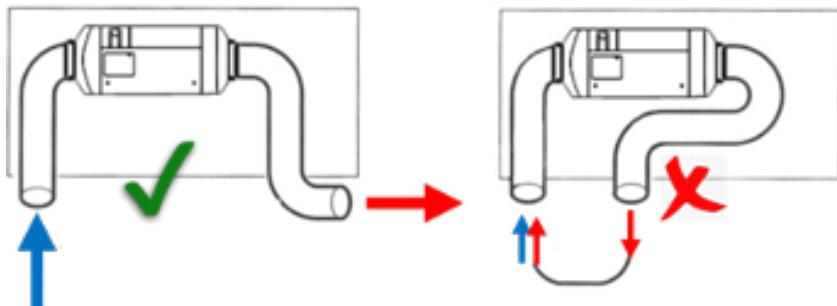

Fig. 29
- Évitez les courts-circuits dans le circuit d'air de chauffage (Fig. 29). Les court-circuits peuvent provoquer l'arrêt du système du fait d'une surchauffe en cas d'aspiration d'air de chauffage trop chaud.